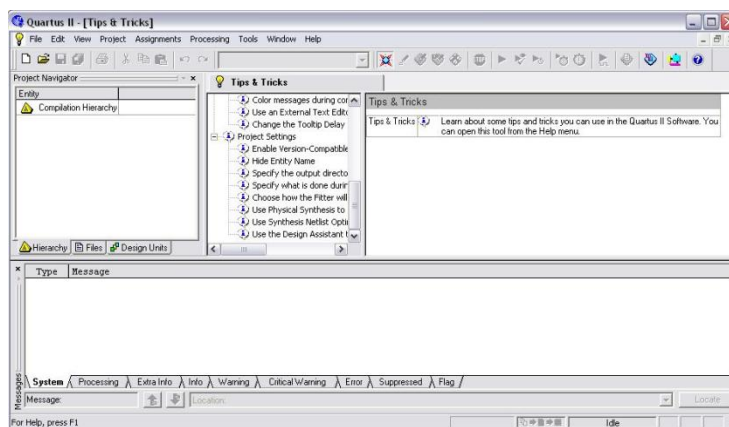

Figura D37 Entorno de desarrollo Quartus II 7.2
1. Después de instalar el paquete de Software de ALTERA, se ejecuta el programa **Quartus II 7.2 (32-Bit)**, Figura D37